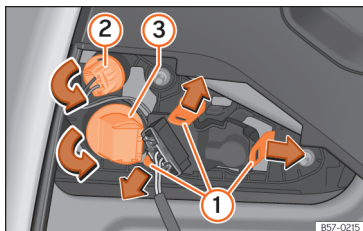

Рис. 206 Знімання патронів ламп.
- >>> **рис. 206** ① або поверніть патрон проти годинникової стрілки ② і ③.